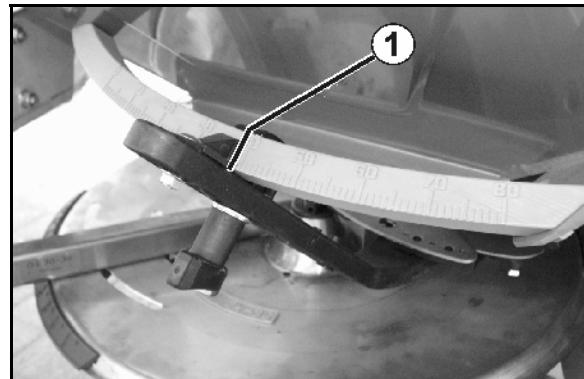

Fig. 30
10. Aktiver tasten helt til avlesingskanten (Fig. 30/1) for venstre doseringsspjeld viser nødvendig spjeldstilling.